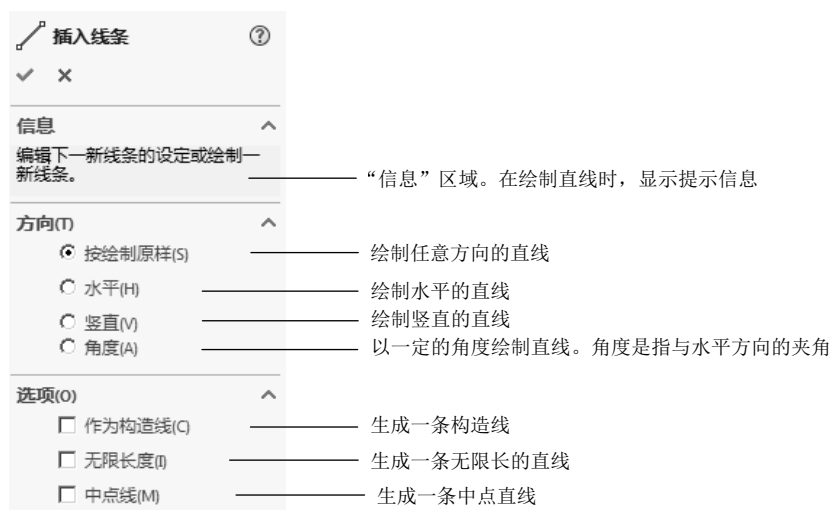

图 4.6.1 “插入线条”对话框
Step2. 选择命令。选择下拉菜单 **工具(T)** → **草图绘制实体(E)** →  **直线(L)** 命令, 系统弹出图 4.6.1 所示的“插入线条”对话框。